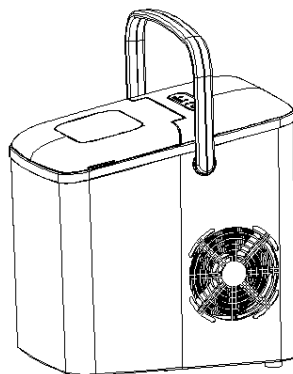

Fig.3
- 4) Saisir le centre de la poignée et la soulever vers le haut (voir Fig.3), vérifier et s'assurer qu'il n'y a pas d'anomalie.